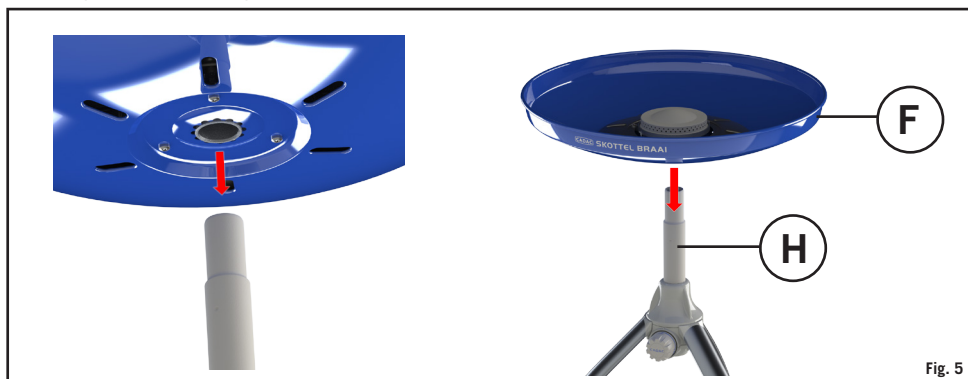

Fig. 5
- Disponete la casseruola di cottura (F) sul gambo (H), e assicuratevi che sia adeguatamente chiusa. (Fig. 5)